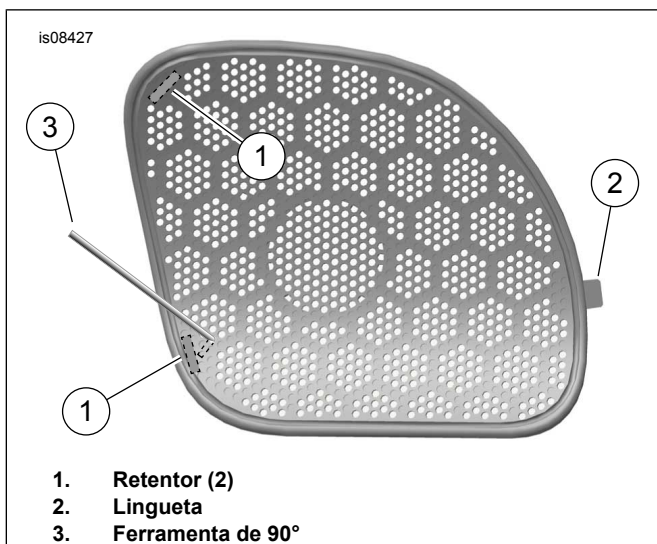

Figura 1. Remoção da grade do alto-falante
- a. Veja Figura 1. Introduza com cuidado uma ferramenta de 90° (3) através de um furo na grade esquerda perto de um retentor (1).
- j. Encaixe a lingueta (2) na abertura da grade.
- k. Encaixe os retentores (1) nas fendas.